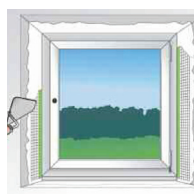

Fig.6 :
- Terminer l'application du crépi et son lissage (Fig.6).